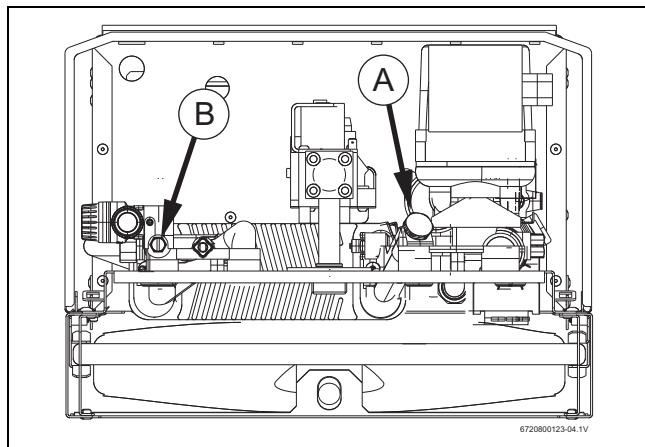

Рис. 27
- ▶ Снять крышку (рис. 27, положение А).
- ▶ Отвинтить винт для слива (рис. 27, положение B).